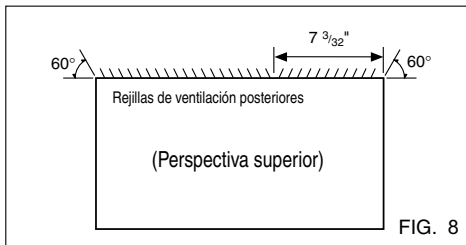

FIG. 8
- 1** Redireccione las rejillas de ventilación en la parte posterior del soporte de pared a un ángulo de 60° según muestra la FIG. 8. Recomendamos el uso de alicates.